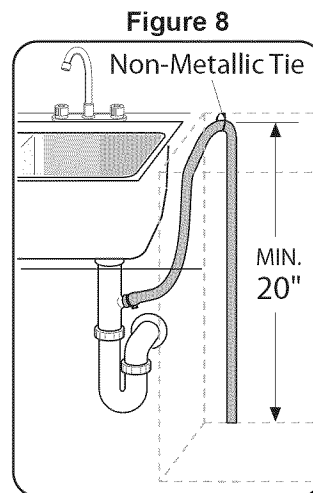

Figure 10
3. Sur le raccordement de vidange de lave-vaisselle sous l'évier via un dispositif de coupure anti-retour comme l'indique la figure 10.